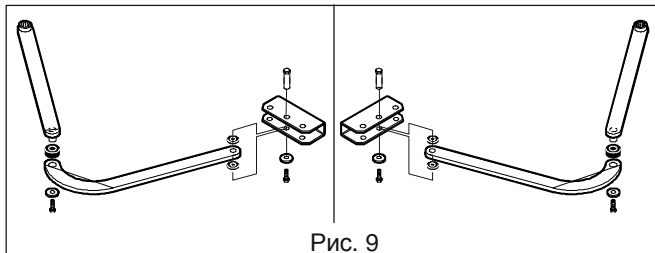

Рис. 9
4. Соберите рычаги и кронштейны крепления на створку как показано на рис.9.